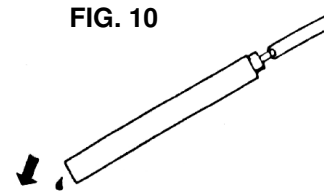

FIG. 10
3. Dirigez le réservoir vers le sol (voir fig. 10) et secouez prudemment afin de dégager la soudure. Répétez cette action fréquemment afin de garder votre VT-DESOL2 dans un état d'opération parfait.